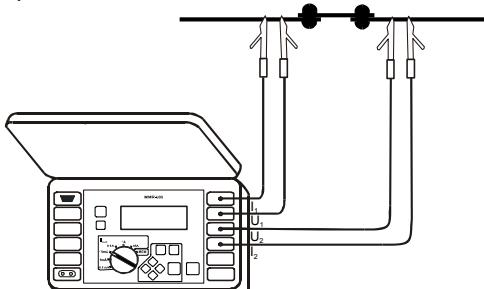

Рис.7. Способ подсоединения измерительных проводов прибора
Измеритель подключается к испытуемому объекту согласно Рис.7: провода напряжения, подключенные к гнездам **U1** и **U2**, должны находиться внутри токовых, подключенных к гнездам **I1** и **I2**.
- подключить измерительные провода согласно Рис.7